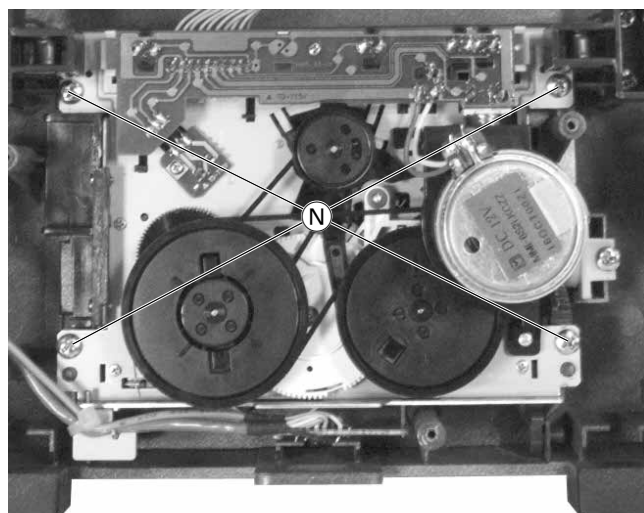

Fig. 12
- 4 Schrauben **N** (Fig. 12) herausdrehen.